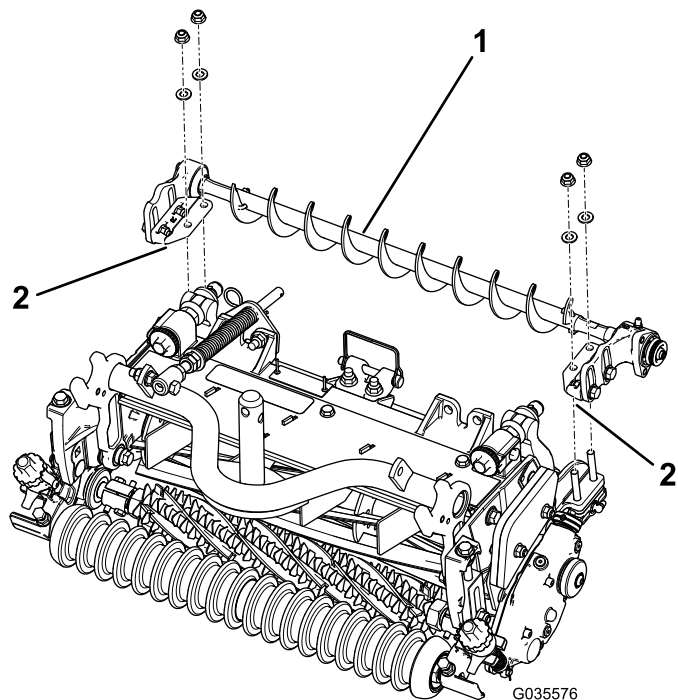

Рисунок 5
2. Установите монтажные кронштейны узла правой или левой щетки катка в сборе на болты кронштейна катка (Рисунок 5).